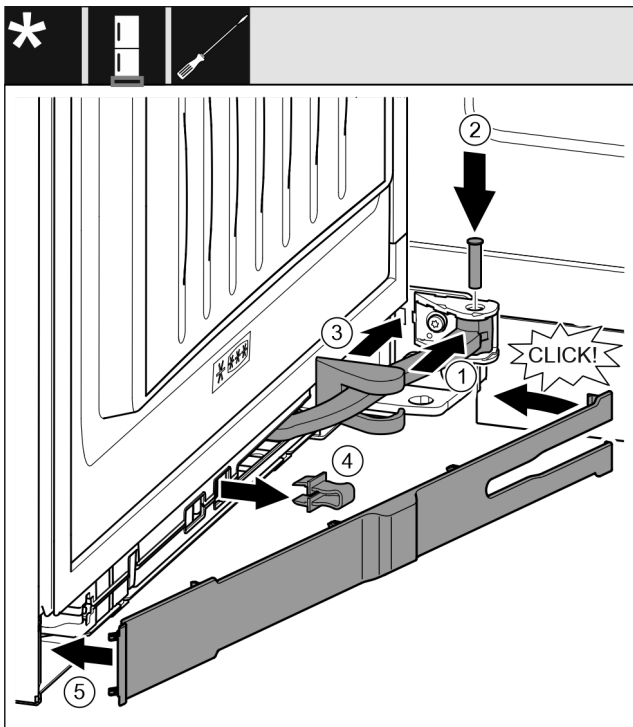

Fig. 41
- ▶ Gelenk Fig. 41 (1) in Aufhängung drehen.
- ▶ Bolzen Fig. 41 (2) mit einem Schraubendreher in Aufhängung und Gelenk einsetzen. Dabei darauf achten, dass der Rastnocken korrekt in der Nut sitzt.
- ▶ Lagerbockabdeckung Fig. 41 (3) entlang des Gelenks schieben und über der Aufhängung montieren.
- ▶ Sicherung Fig. 41 (4) abnehmen.
- ▶ Blende Fig. 41 (5) griffseitig ansetzen und einschwenken.